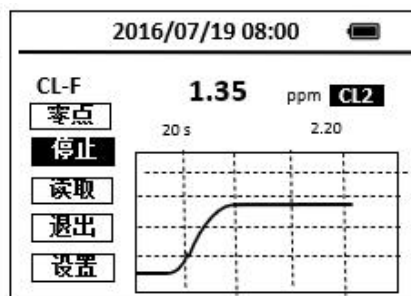

图 7 测量值与时间
3. 将取样瓶放回测量槽，选择计时按钮“时间”，按下 OK 键，SP-800 开始计时测量。浓度-时间曲线在（图 7）显示。
在最后一次计时步骤之前，SP-800 必须使用预制空白溶液做零点修正，然后才能进入浓度-时间 曲线界面，如图 7 所示。因此 SP-800 零点修正之前，“时间”按钮是不可选的。多次计时，Hach® 公司的测量方法需要同样步骤。SP-800 可以在最后一次计时步骤之前，使用预制空白再进行一次零点校准。重新做的空白值将会被测量值扣除，界面上方的浓度值也会更新。重新用空白做零点修正后，预制水样可以放回仪器选择“读取”按钮重新读数。新浓度值会基于新的吸光度计算更新。